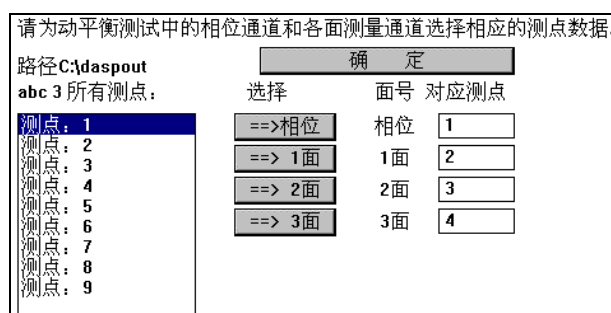

图 2-12
3. 为选择的测点的数据与相位通道和各面振动信号一一对应起来，如图 2-12，选择完毕后，按“确定”按钮，进到下一步。